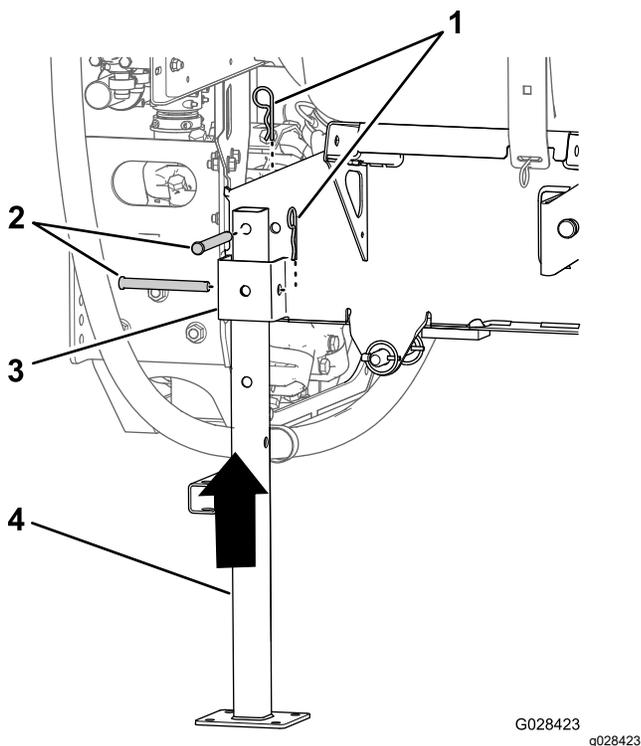

Рисунок 136
5. Совместите заднюю подъемную опору с гнездом для задней опоры (Рисунок 136).
6. Совместите отверстие в верхней части подъемной опоры с отверстием в каркасе рамы бака (Рисунок 136)
7. Прикрепите подъемную опору к гнезду и раме с помощью 2 шплинтуемых штифтов ($\frac{1}{2}$ x $4\frac{1}{2}$ дюйма) и 2 шплинтов ($\frac{5}{32}$ x $2\frac{5}{8}$ дюйма), как показано на Рисунок 136.